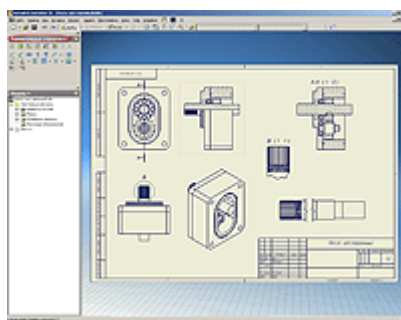

Рисунок 11
11. После создания всех необходимых видов чертежа, можно приступить к его оформлению. Для этого необходимо переключиться из режима «Виды чертежа» инструментальной палитры в режим «Пояснительные элементы» (см. Рисунок 11). Используя стандартные команды (проставка размеров, баз, шероховатостей, допусков и т.п.) можно оформить чертеж в соответствии с предъявляемыми требованиями.